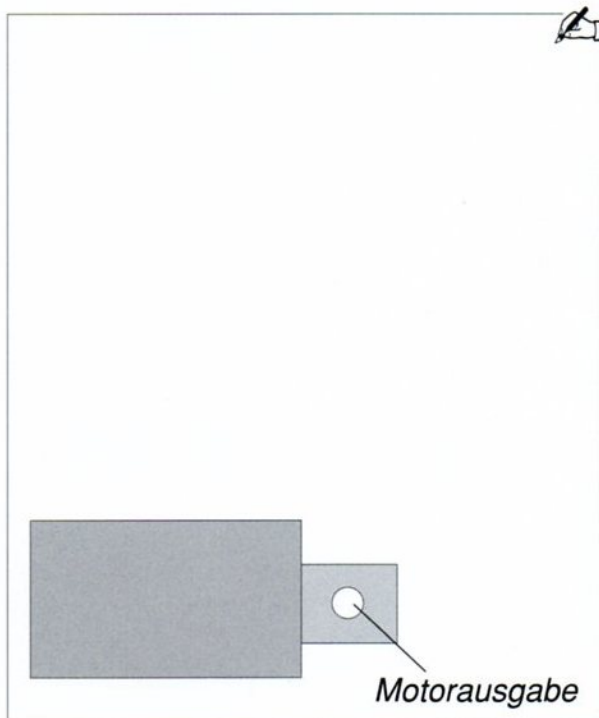

Abb. 4
Dieser Stromkreis ermöglicht es dem Museumspersonal zu steuern, ob die Besucher die Drehscheibe betätigen können oder nicht. Dabei wird der Polwendschalter als **Ein-Aus-Schalter** verwendet. Siehe Abb. 4.
- 3) Vervollständigt die Zeichnung in Abb. 4 um den Mechanismus aufzuzeigen, den ihr ausgesucht habt, sowie um zu zeigen, wie die Bewegung vom Motor auf den Mechanismus übertragen wird. Fügt eine Anmerkung hinzu um zu erläutern, warum ihr diesen Mechanismus gewählt habt.